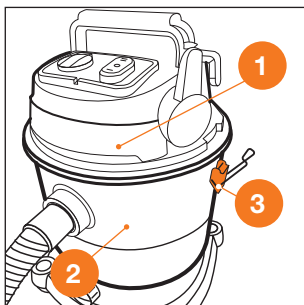

Рис. 12
7. Установите крышку **1** на бак **2** и закрепите ее фиксаторами **3** (Рис. 12).